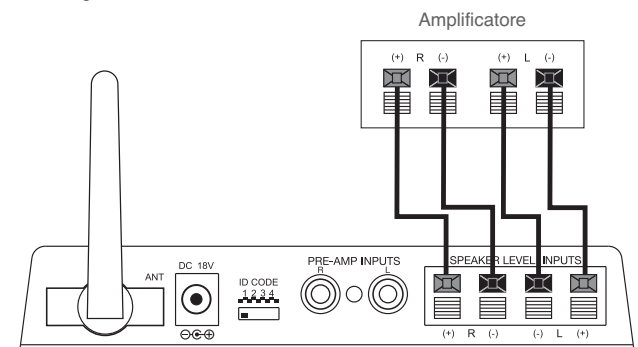

Figura 3.
Collegare il cavo del diffusore alle uscite per il diffusore sul ricevitore e le entrate sul modulo trasmettitore ⑨, come mostrato nella Figura 3.